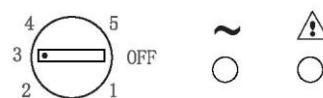

Fig. 1
- Temperaturjusteringen av begge rom utføres ved å dreie termostatkappen (fig. 1).